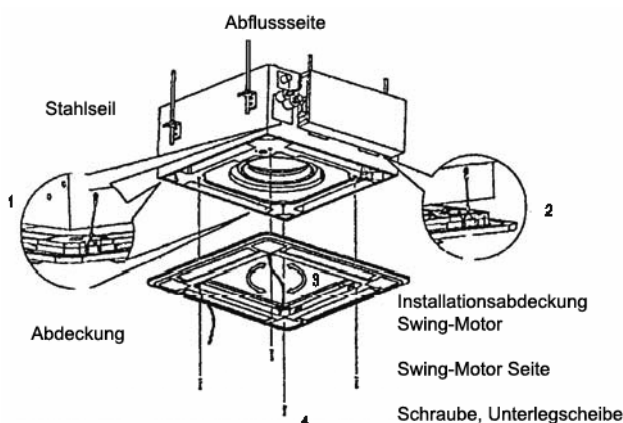

Abb. 11
(2) Installation des Paneels
- a. Richten Sie den Swing-Motor am Paneel richtig an der Wasseraufnahme des Hauptgerätes aus. (Siehe Abb. 11)
- b. Hängen Sie die vier Befestigungsseile des Hauptgerätes an der Installationsabdeckung und die anderen drei Abdeckungen des Swing-Motors ein: (Siehe Abb. 11)
- c. Schrauben Sie das Paneel mit Bolzen (M5X16) und Unterlegscheibe am Hauptgerät fest. (Siehe Abb. 11)
- e. Justieren Sie das Paneel vorsichtig in Pfeilrichtung (s. Abb. 11 (3)), so dass die Mitte des Paneels sich mit der Mitte des Lochs in der Decke deckt. Achten Sie darauf, dass die Haken an allen vier Ecken fest sitzen.